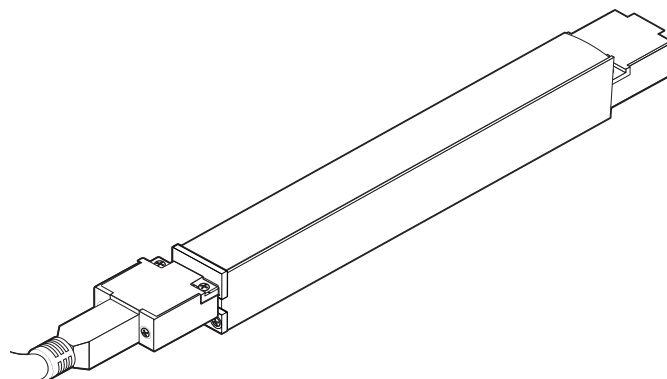

Fig. 6.4
5. Installation is complete (Fig. 6.4).
5. L'installation est terminée (Fig. 6.4).